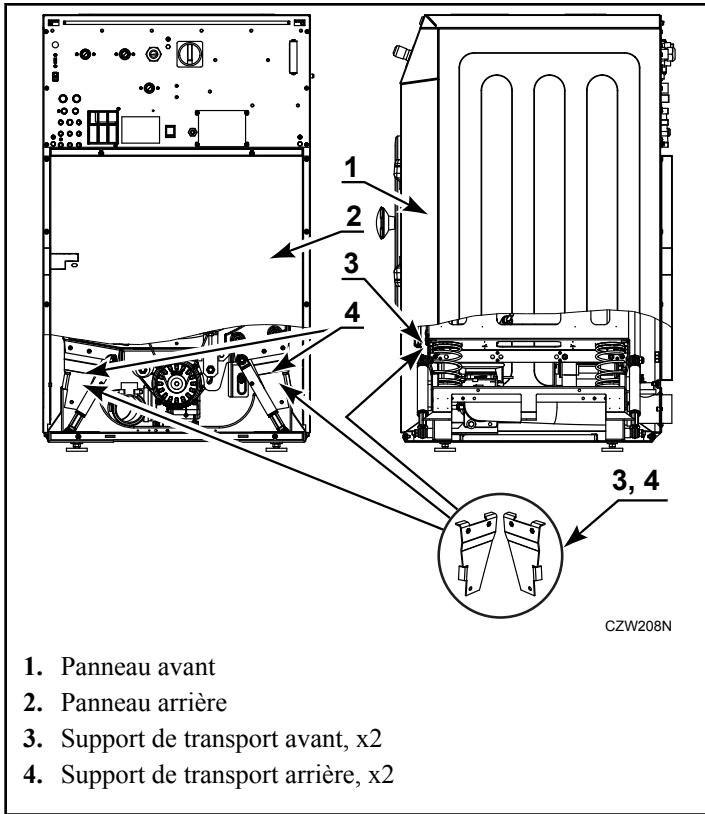

Figure 11
1. Retirer les panneaux avant et arrière, voir *Figure 11*.